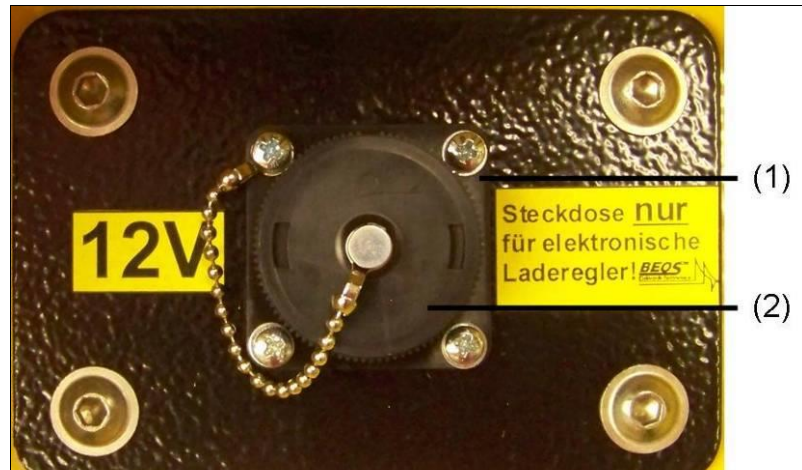

Abb. 5-10: Einrichtung Batterie Ladungserhalt anschließen
1. Abdeckung (Abb. 5-10-(2)) der Steckdose (Abb. 5-10-(1)) für den Ladungserhalt der Starterbatterie abschrauben.
2. Schutzkappe (Abb. 5-10-(2)) der Steckdose Einrichtung Ladungserhalt anschrauben.